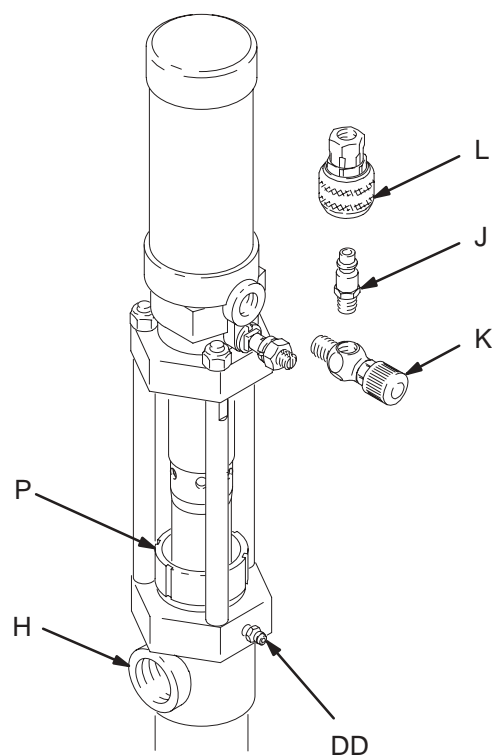

Fig. 5
Fyll smørekoppen (P) 1/2 full med Graco Throat Seal Liquid (TSL) (pakkmutterolje) eller et kjemisk forenlig oppløsningsmiddel og hold den 1/2 full for å unngå at væske tørker på stempelstangen og derved skader pumpens pakninger. Se Fig. 5.
Smør pumpens pakninger ofte når du pumper en ikke-smørende væske, eller hvis pumpen ikke skal brukes på noen dager. Noen pumper har en smøringsanordning (DD) til dette formålet. Se Fig. 5.
Kontroller pakkmutteren (P) regelmessig for å se om den sitter stramt. Avlast trykket og trekk til mutteren akkurat nok til å stoppe lekkasje, men ikke mer. Se Fig. 5. Hvis lekkasjen ikke kan stoppes, må pakningene skiftes for å unngå kropskontakt med væsken som blir sprøytet.